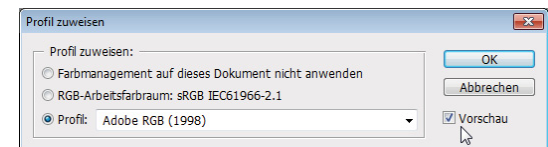
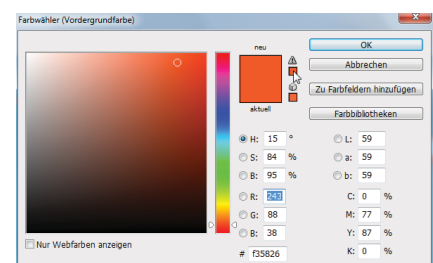

Abb. 13-30: Profil zuweisen mit Vorschau
Abb. 13-31: Definition einer Farbe außerhalb des CMYK-Farbraums
- Wenn eine Datei ohne Profil mit der Option *ICC-Profil* gespeichert wird, wird der Datei das Arbeitsfarbraum-Profil angehängt. Das Profil muß nicht vorher zugewiesen worden sein. Es sollte dennoch geschehen (Abb. 13-30), um die Wirkung des Profils auf die Farbdarstellung zu prüfen.
❸ Der CMYK-Arbeitsfarbraum *Europe ISO Coated FOGRA27* kommt immer dann zur Anwendung, wenn Farben im CMYK-Modus betrachtet werden:
- Die Definition von Vordergrund- und Hintergrundfarben kann in PHOTOSHOP auf der Basis von vier verschiedenen Farbmodellen erfolgen (Abb. 13-31): HSB, Lab, RGB und CMYK. Im **F FARBWÄHLER** erscheint eine sogenannte Gamutwarnung „*Farben bei Ausgabe außerhalb des Farbumfangs*“, wenn die gewählte Farbe außerhalb des eingestellten CMYK-Arbeitsfarbraums liegt und somit nicht gedruckt werden kann. Beim Klick auf das Warndreieck oder das Quadrat darunter wird die nichtdruckbare Farbe durch eine ähnliche, innerhalb des aktuellen CMYK-Farbraums liegende ersetzt.
rot-orangen Rechtecke den in Abbildung 13-31 dargestellten, nicht druckbaren Farbton. Bei Aktivierung der Funktion werden diese Bildbereiche (und alle anderen evtl. noch vorhandenen nicht druckbaren Farben) in GRAU dargestellt (Abb. 13-33).
Hier ist im Zweifelsfall die Option *Kein Farbmanagement* zu wählen, dann werden die RGB-Werte der Farben im Arbeitsfarbraum interpretiert. Entspricht die Farbdarstellung (auf einem kalibrierten Monitor) dann nicht den Vorstellungen des Anwenders, kann mit **M BEARBEITEN | PROFIL ZUWEISEN** (Abb. 13-30) anhand einer Vorschau ein geeignetes Profil ausgewählt werden, das die Farben „richtig“ darstellt. Dieses Profil sollte dann beim Speichern auch angehängt werden.
Mit **M BEARBEITEN | ZUWEISEN** (Abb. 13-30) des Profils *AdobeRGB* stellt sich heraus, daß die Farben mit diesem Profil besser der Vorlage entsprechen (Abb. 13-34), also wird es zugewiesen.